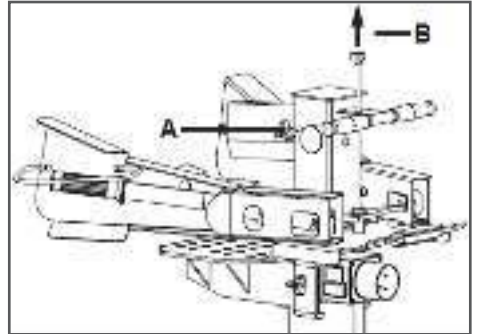

Рис. 10 Регулировка высоты положения клина
7. Проверьте наличие масла в гидросистеме при помощи щупа (Рис.10).
Для регулировки высоты поднятия клина выполните следующие действия (Рис. 10).